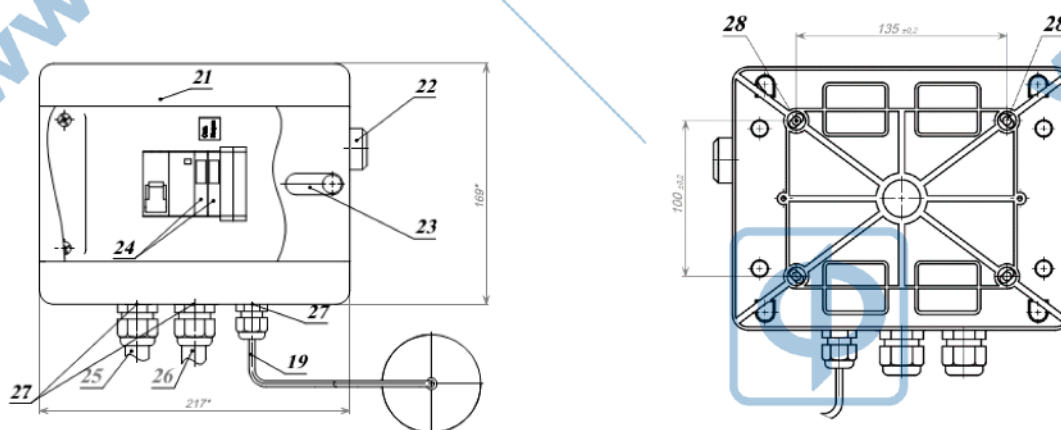
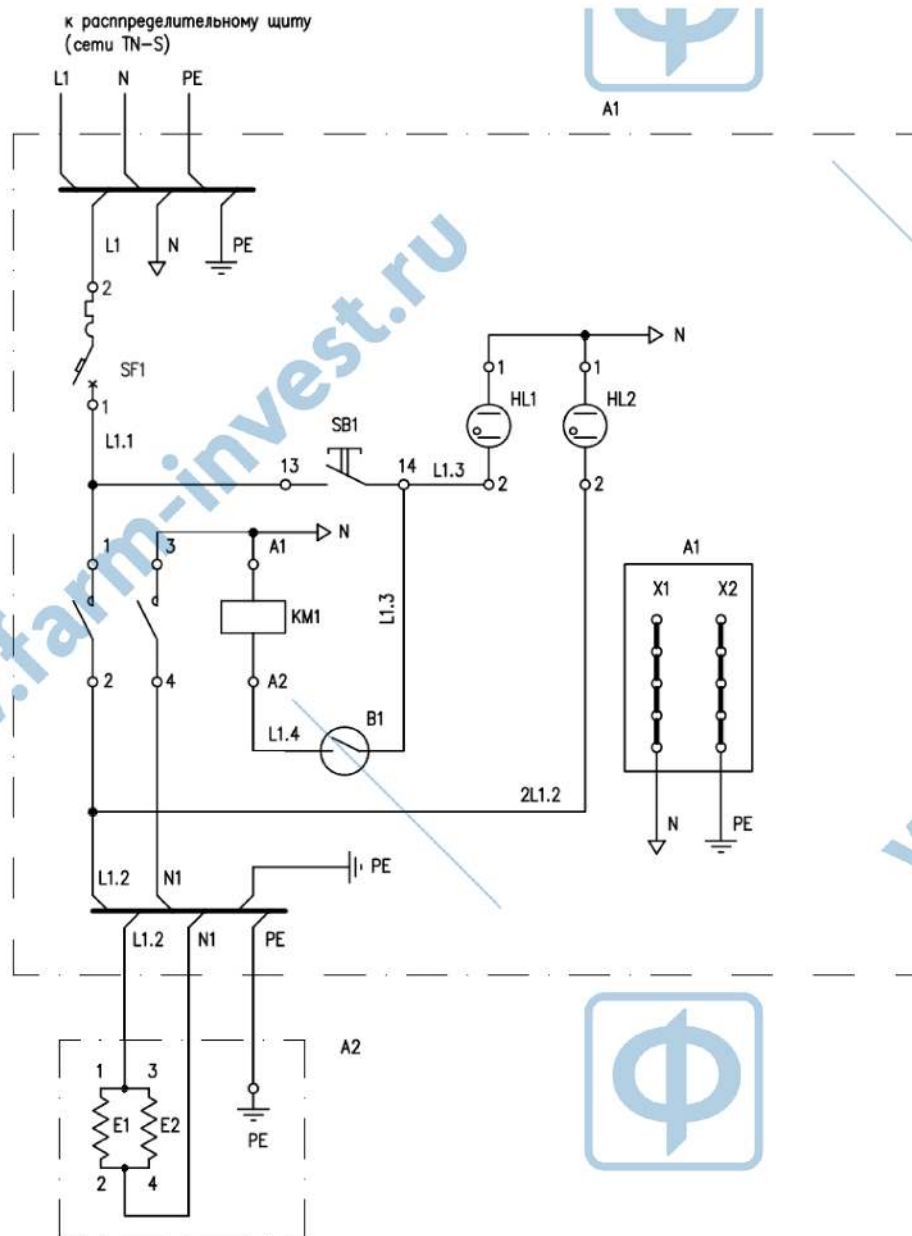

Рисунок 1. Аквадистилляторы электрические ДЭ–М
Рисунок 2.3. Схема электрическая принципиальная, аквадистиллятор ДЭ-4М.
4.1. Принцип действия аквадистиллятора основан на конденсации отсепарированного пара. Основными частями изделия являются: испаритель 9 с сепараторами 10, конденсатор 8, электронагреватели 11, уравниватель 17, датчик 7 с выключателем бесконтактным 6, основание 15 и электрощит 21 (рис.1).
- включение аппарата без установленного датчика 7 (см. рис.1)
6.12.1. ДЭ-25М: подключите электроцит 21 к сети 380В переменного тока, через автоматический выключатель, с помощью сетевого кабеля 25 (фазные проводники L1 L2 L3) (см. рис.1), желто-зеленая жила подключается к заземляющему проводнику (PE), а голубая нулевая жила подключается к нулевому рабочему проводнику (N).
6.12.2. ДЭ-10М: подключите электрощит 21 к сети 380В переменного тока, через автоматический выключатель, с помощью сетевого кабеля 25 (фазные проводники L1 L3) (см. рис.1), желто-зеленая жила подключается к заземляющему проводнику (PE), а голубая нулевая жила подключается к нулевому рабочему проводнику (N).
6.12.3. ДЭ-4М: подключите электрощит 21 к сети 220 В переменного тока, через автоматический выключатель, с помощью сетевого кабеля 25 (см. рис.1) Жила А - подключается к нулевому проводу, жила В - подключается к фазному проводу (определяется прозвонкой или по цвету жил), желто-зеленая жила подключается к земле (см. рис.2.3).
10М: подсоедините фазные жилы подводящего провода 26 от электрощита к зажимам 2, 4, нулевую жилу (голубого цвета) к зажиму перемычки 1-3, а земляную жилу (желто/зеленого цвета) к зажиму «земля» (рис.1; 2.2 и таблицы 3.2.).
6.14.Снимите с датчика 7, подключенного к электрощиту, крышку и проверьте ход поплавка на выключателе бесконтактном 6. Установите крышку на датчик 7. Установите датчик 7 на аквадистиллятор. (см. рис.1).